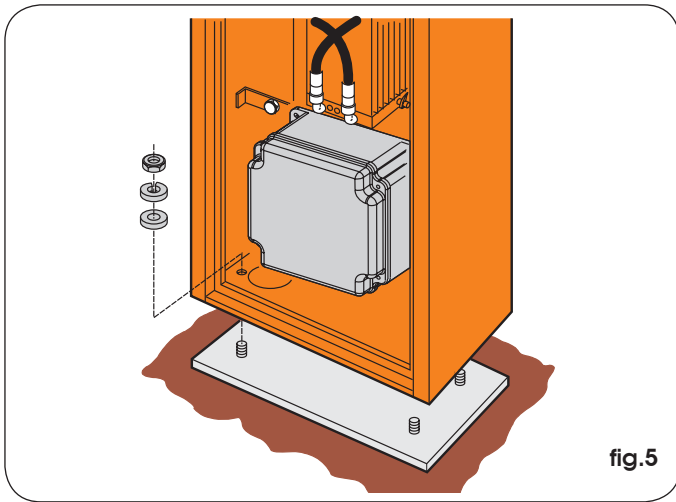

fig.5
- 2) Fije el montante en la placa de cimentación con las cuatro tuercas y arandelas suministradas en dotación, como se indica en la fig. 5. Considere que la portezuela del montante normalmente ha de estar dirigida hacia el interior de la propiedad.